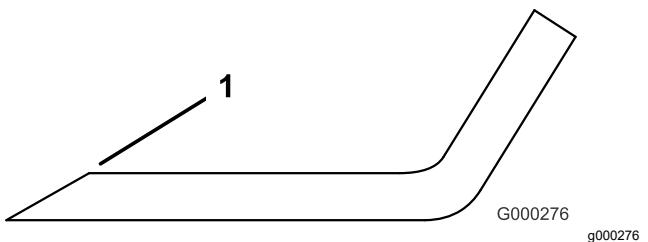

Figure 26
1. Aiguissez le tranchant à chaque extrémité de la lame (Figure 26).